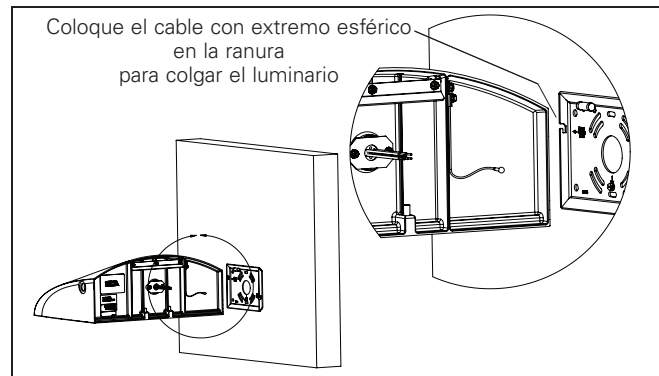

Figura 3
3. Cuelgue el luminario de la placa de cuña usando el cable con extremo esférico ubicado en la parte posterior del luminario. (Figura 3).